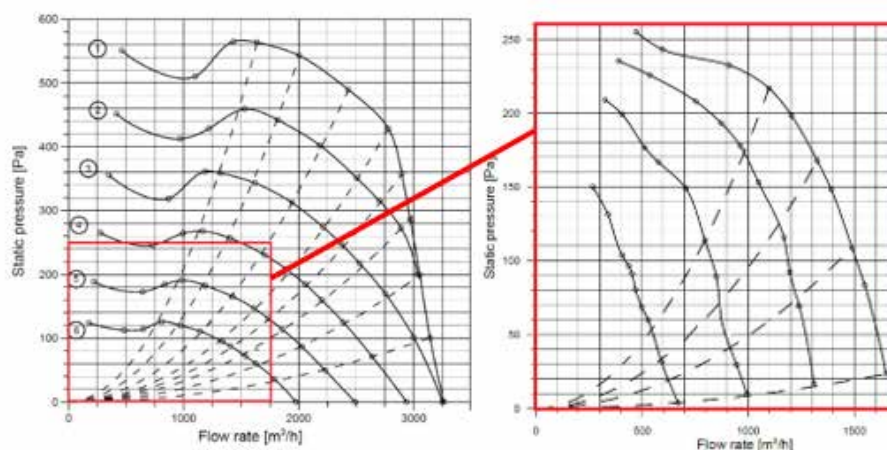

Fig. 29
- 1) Contrôler la courbe de performance du ventilateur à remplacer -> elle doit être une portion de la courbe de performance maximale du ventilateur DDMP choisi comme indiqué dans la figure 29.